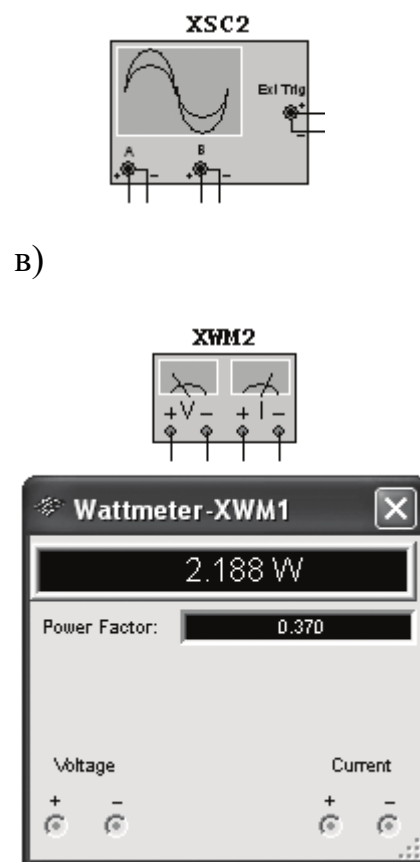

Рисунок 1.3
Временной интервал $\Delta t = \phi/\omega = \phi/2\pi f$ пропорционален фазовому сдвигу ϕ между синусоидальным напряжением и током в неразветвленной цепи (рис. 1.3а) и обратно пропорционален угловой частоте ω напряжения (тока).
Временной интервал $\Delta t = T_2 - T_1$ обычно измеряют между нулевыми значениями осциллограмм напряжения и тока с помощью визирных линий (визиров), расположенных слева и справа от экрана осциллографа (рис. 1.3а).
Угол ϕ берется со знаком «плюс», если ток отстает по фазе от напряжения (см. рис. 1.3а), и со знаком «минус», если ток опережает по фазе напряжение.
Установка чувствительности каналов *A* (**Channel A**) и *B* (**Channel B**) и развертки осциллограмм во времени (**Time base**) производится в окне, выводимом ниже поля осциллограмм (см. рис. 1.3а).
При моделировании схем цепей на рабочем поле программы MS10 и их анализе для измерения угла сдвига фаз в цепях переменного тока наряду с осциллографом будем использовать также виртуальный ваттметр **XWM1** (рис. 1.3в), размещенный в библиотеке **Instruments**. Ваттметр непосредственно измеряет активную мощность P цепи (ветви) в ваттах и коэффициент мощности $\cos\phi$ (**Power Factor**).
- задать параметры осциллографа **XSC1**. При этом на вход канала **A** подано напряжение с источника **INUT**, пропорциональное входному току i , а на вход канала **B** подано напряжение u с зажимов источника напряжения e . Цветовая окраска осциллограмм (см. рис. 1.3а) соответствует установленным цветам проводов, соединенных с соответствующими входами каналов прибора **XSC1**;
Запустить программу MS10 (щелкнуть мышью на кнопке меню среды MS10), снять показания приборов и занести их в табл. 1.2. Методика определения угла сдвига фаз ϕ между напряжением и током описана в п. 3 раздела «Теоретические сведения...». Убедиться (см. рис. 1.3а), что ток i_1 в R_1L -ветви отстает по фазе от напряжения u на угол $\phi_1 = \arctg(X_L/R_1) = \arccos(P_1/UI_1)$, где P_1 – показание ваттметра.